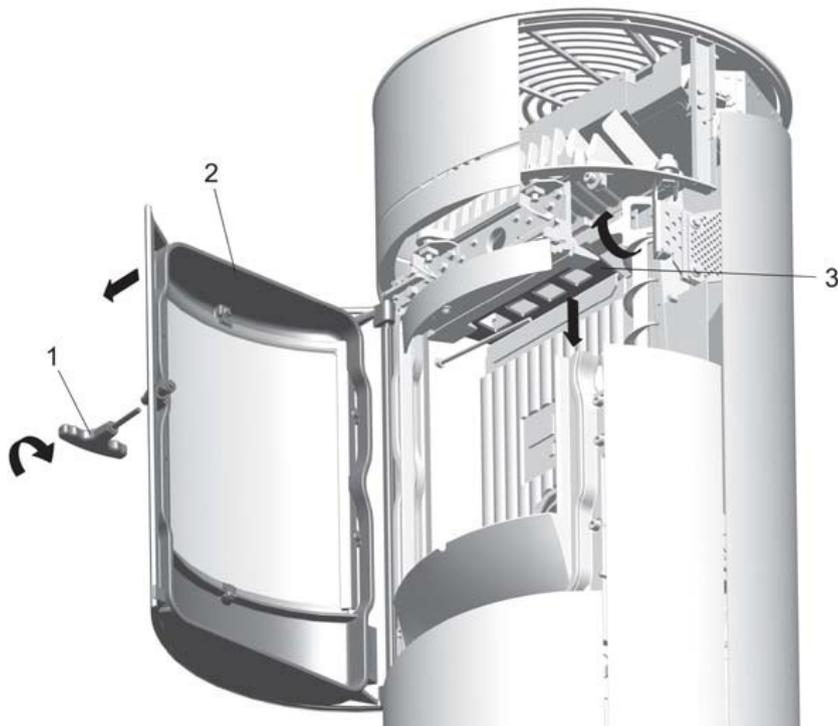

Abbildung 8: Demontage der Zugumlenkung
- Durch anheben die Zugumlenkung. Damit kann die Zugumlenkung entnommen und der obere Bereich der Brennkammer gereinigt werden (siehe Abb. 8).